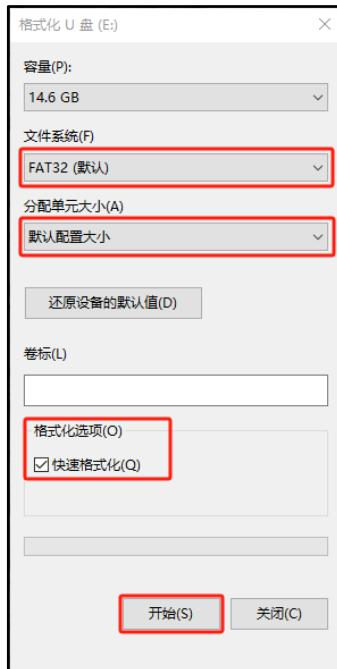

图 2-9：格式化 SD 卡
1、SD 卡要求：使用 SD 卡更新时，SD 卡需要 USB2.0 格式，2G-32G 容量，以 FAT32 方式格式化。在进行 SD 卡格式化时，建议使用快速格式化，分配单元大小选择默认配置，如图 2-9 所示：